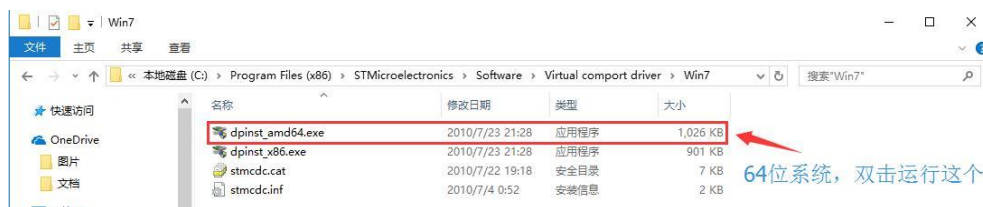
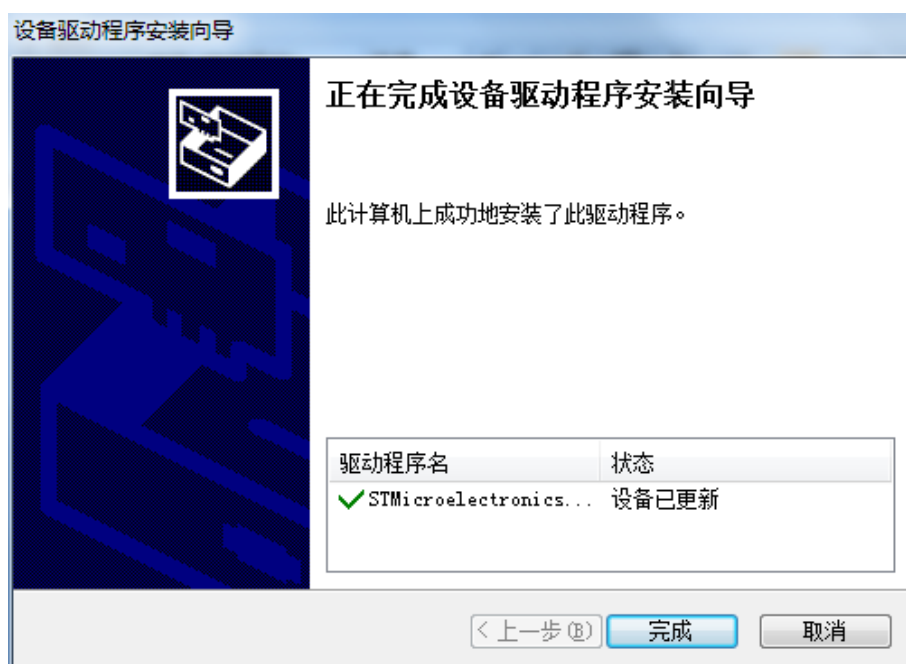

图 1.4 手动执行 dpinst_amd64.exe
图 1.5 虚拟串口驱动安装成功示图
- ③ 在下图的路径下，运行 dpinst_amd64.exe 或 dpinst_x86.exe（根据自己系统位数选择）如图 1.4 所示。安装成功后如下图 1.5 所示。